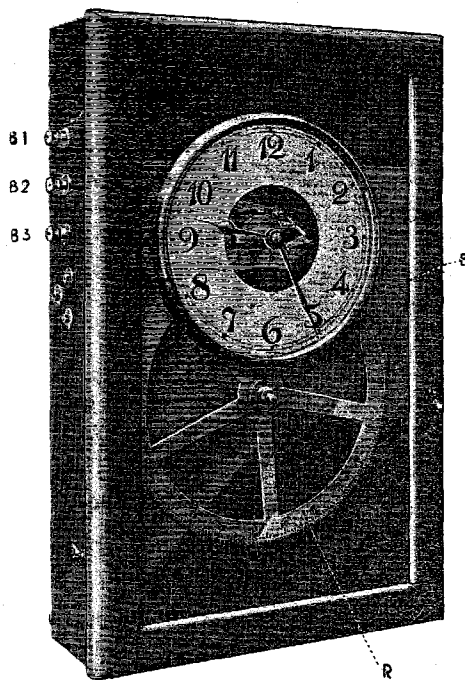

Fig. 18. — Réceptrice à déclenchement de sonneries
Description. — Cette réceptrice à déclenchement (fig. 18) est actionnée par un régulateur ATO, comme une pendule réceptrice ordinaire.
I. — **Mise en marche de la Réceptrice.** — Pour le transport de l'appareil on immobilise le balancier du mécanisme horaire récepteur qui se trouve à l'arrière de la plaque de base supportant le mécanisme. Cette plaque est fixée dans le cabinet par une charnière et un écrou E (fig. 18). Il faut retirer cet écrou, faire tourner le mécanisme et retirer les liens immobilisant le balancier.
II. — **Canalisations et connexions.** — Sur le côté gauche du cabinet (fig. 18) on voit les bornes B₁, B₂ et B₃. A l'intérieur la borne B₁ est reliée à la masse de l'appareil. La borne B₂ est reliée au ressort de contact isolé de l'interrupteur sonnerie, dont le bras est à la masse. Une extrémité de la bobine du mécanisme horaire est reliée à la borne B₃ et l'autre extrémité à la masse.